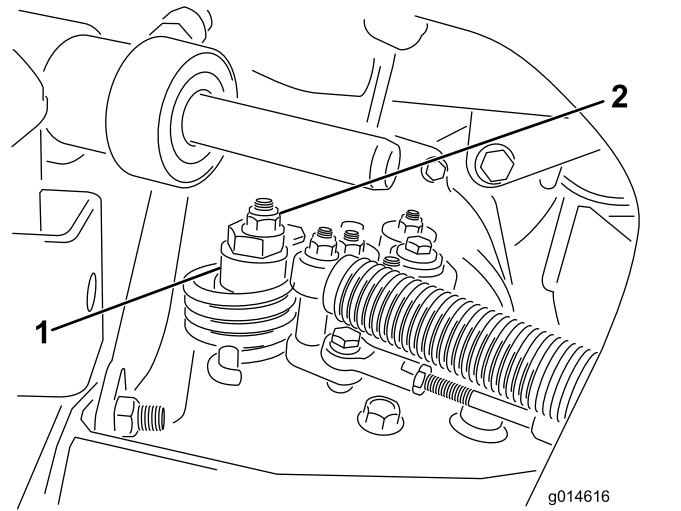

Figura 46
- A. Allentate il dado che fissa l'eccentrico alla parte superiore dell'igrostat (Figura 46).
- C. Fate girare l'eccentrico finché non riscontrate movimenti in alcuna direzione. Quando la ruota cessa di girare, serrate il dado di bloccaggio dell'eccentrico per mantenere la messa a punto (Figura 46). Verificate la regolazione portando l'acceleratore in posizione di MINIMA e MASSIMA.